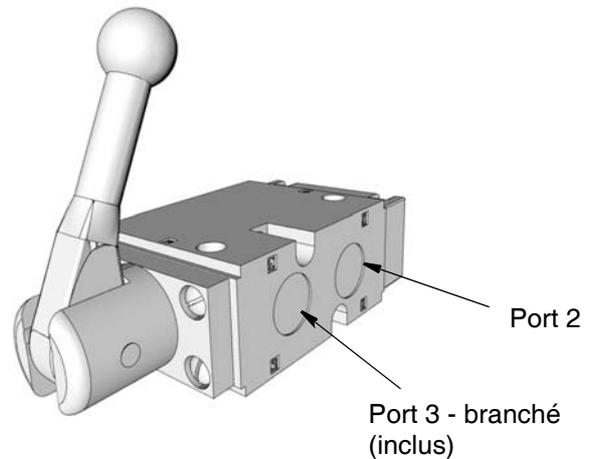

FIG. 14
- b. Branchez le moteur à air de l'enrouleur sur le port 2 (FIG. 14).